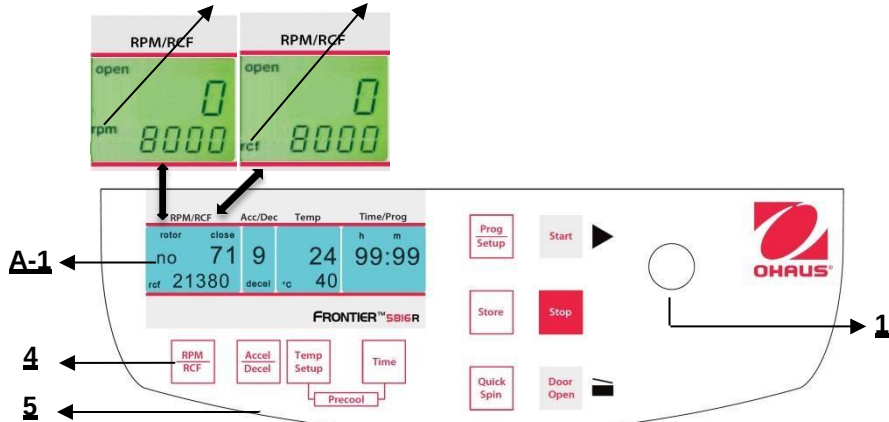

Figura 16
Questa preselezione è attivata mediante il tasto **"RPM | RCF"** (4) (fare riferimento alla figura 16 qui di seguito). Premendo una volta il tasto, la parola **"rpm"** (M5) lampeggia. Premendo due volte il tasto, è possibile selezionare la preselezione delle forze centrifughe. Poi compare la parola **"rcf"** (M6) lampeggiante. Si possono impostare i valori desiderati mediante la manopola di regolazione (1). Nel display (A-1), il valore regolato è visualizzato in permanenza, prima, durante e dopo **M5** ziona **M6**.